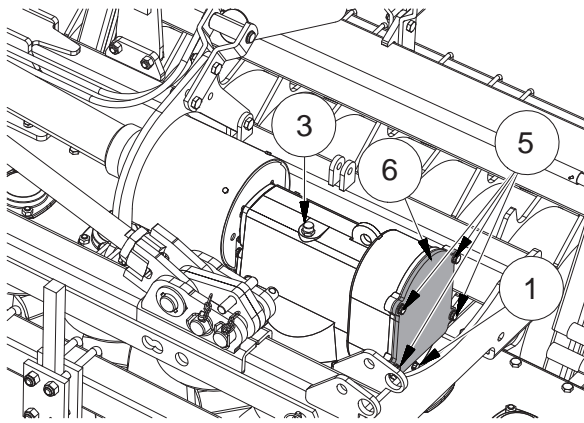

FIG. 51
- Die Schrauben (5, "Fig. 51") abdrehen. Den Deckel (6) abnehmen.
- Den Deckel wieder aufsetzen (6). Die Schrauben und Mutter festdrehen.
Um den Ölstand im Getriebegehäuse zu kontrollieren, den Deckel mit Ölmesstab abschrauben (3, "Fig. 51"). Den Stand mit den Hinweisen auf dem Stab kontrollieren. Wenn nötig, bis zum Pegel auftanken.
UM DEN ARBEITSGANG ZU VEREINFACHEN, IST ES MÖGLICH, EINEN ABSAUGER FÜR FLÜSSIGKEITEN ZUR ÖLVERWERTUNG, VOM ÖL-EINFÜHRLOCH (3, FIG. 51) UND DANN ZUM GETRIEBEBEDECKEL (6), EINZUSETZEN.